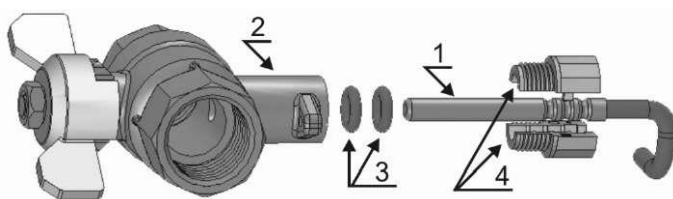

Рисунок 12 - Вариант установки термопреобразователя в шаровый кран
- в шаровый кран с дополнительным функциональным отверстием (рисунок 12).